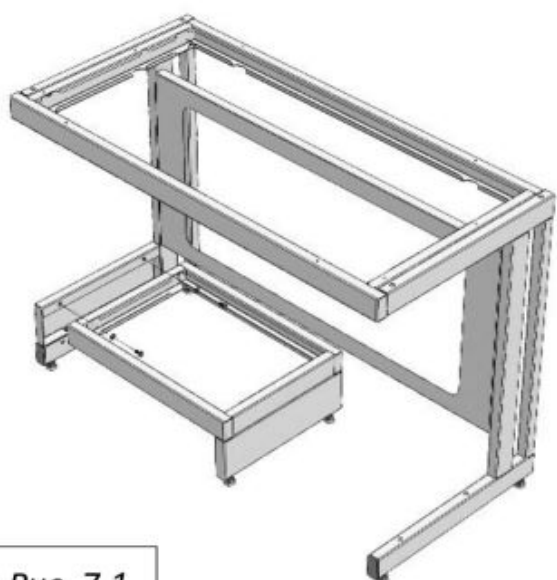

Рис. 7.1
- Установить раму для тумб, используя болты M8x16, шайбы 8 и предусмотренные в боковинах заклёпки-гайки M8 (Рис. 7.1; 7.2; 7.3; 7.4)